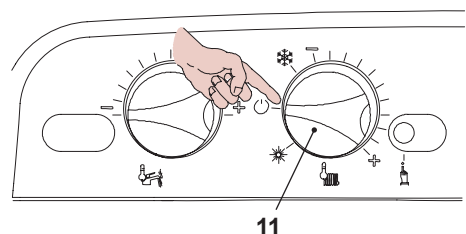

Рисунок 8.14
- Чтобы выйти из режима программирования, установите переключатель функций 11 в положение  (Рисунок 8.14) и выключите электропитание котла.